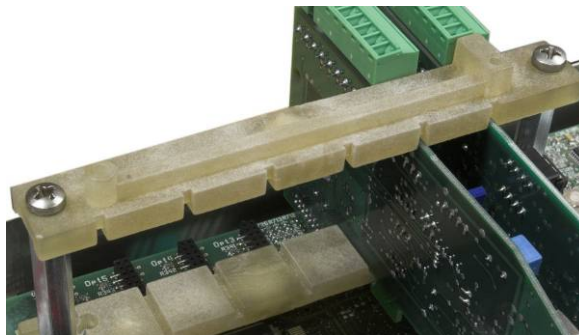

Figura 3-47: Guia de Placa Superior
9. Remova os dois parafusos fixando a guia de placa superior Figura 3-47, e erguendo a guia dos seus suportes.
1. Solte e remova os parafusos que fixam a guia da placa superior (Figura 3-47) em seus suportes.
5. Substitua a guia da placa superior, com cuidado para posicionar a extremidade superior das placas opcionais nos slots da guia superior (veja Figura 3-47).